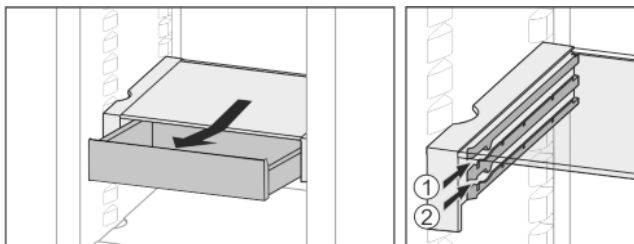

Fig. 20
- ▶ Introduceți la înălțimea dorită Fig. 20 (1) sau Fig. 20 (2).